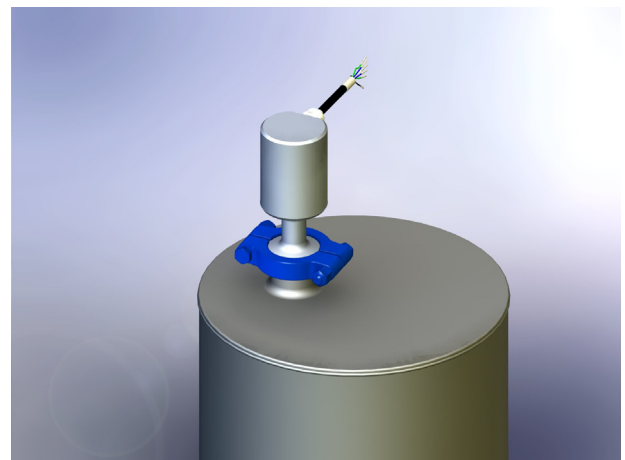

Bild 4-6: Befestigung des BTL mit 1 1/2" Tri-Clamp
3. Den Wegaufnehmer mit einer 1 1/2" Tri-Clamp befestigen (siehe Bild 4-6).